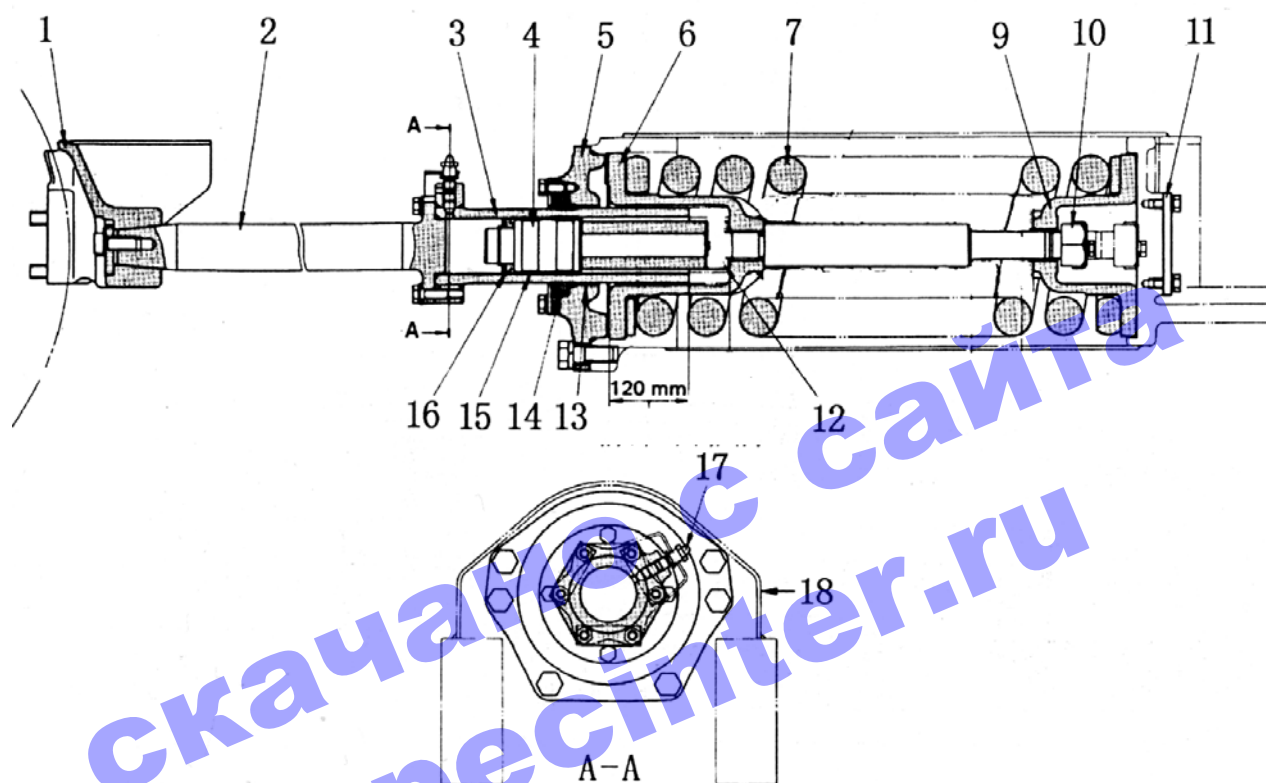

Рис. 5-42.
1. Возвратная пружина (Рис. 5-42)